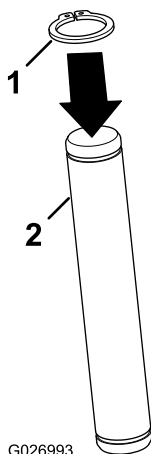

Figura 27
1. Instale 2 anillos de retención (1-1/8 pulgada) en los extremos de los 2 pasadores (1-1/4 x 7-5/8 pulgadas), según se muestra en Figura 27.